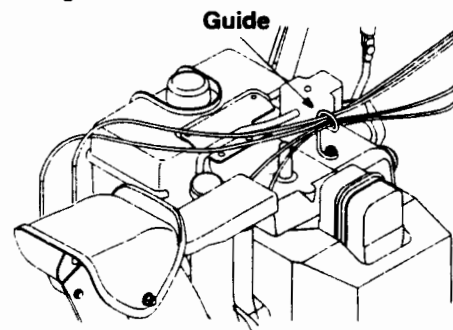

Figure 7
1. Glissez les câbles allant du tableau de bord à la goulotte dans le guide qui se trouve sur le moteur. Voir la Figure 7.